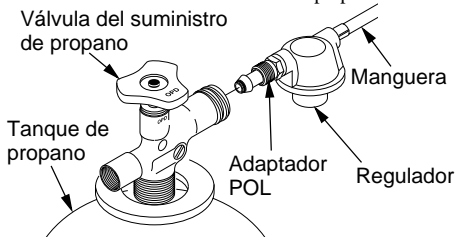

Figura 2: Conexión del calentador al tanque de propano
1. Apriete con una llave la tuerca del conector de combustible en la válvula del tanque de propano (consulte la figura 2). Gire la tuerca del conector de combustible en sentido contrario a las manecillas del reloj para apretarla. Las roscas aprietan hacia la izquierda.